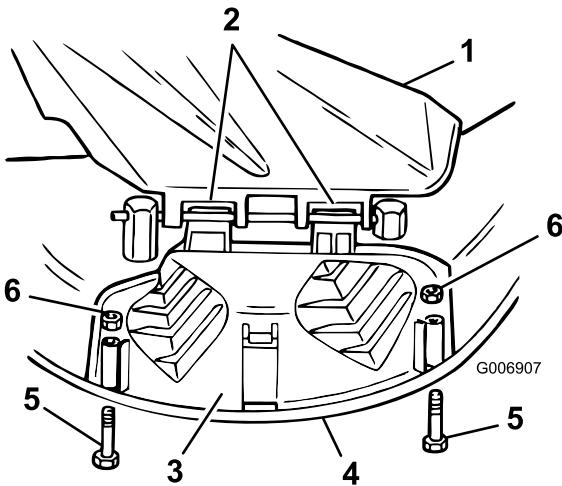

Figura 16
3. Gire hacia abajo la tapa de descarga sobre la abertura, y sobre el borde inferior del cortacésped (Figura 16).
4. Fije la tapa de descarga sobre el borde inferior del cortacésped con pernos y tuercas Figura 16).